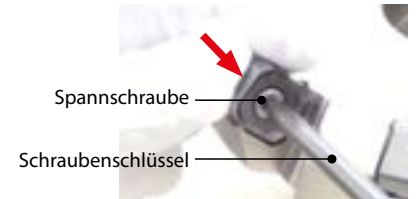

Abb. 1
3. Nach dem Anbringen einer Spannschraube am oberen Ende des Schraubenschlssels die Schraube festziehen und dabei die Wendschneidplatte gegen die Grundplattensitzoberflche und Halteroberflche gedrckt halten (Abb. 1).